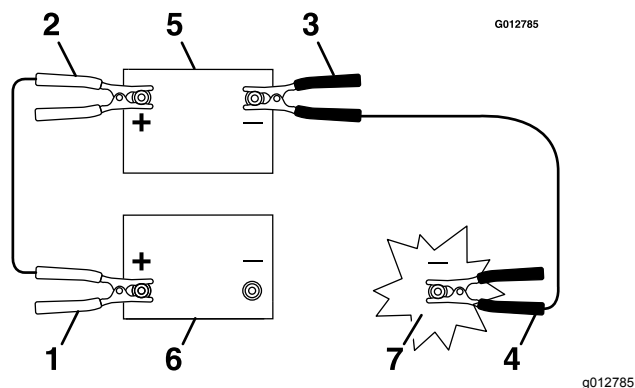

Figure 66
3. Connectez le câble positif (+) à la borne positive (+) de la batterie à plat qui est reliée au démarreur ou au solénoïde, comme montré à la Figure 66.